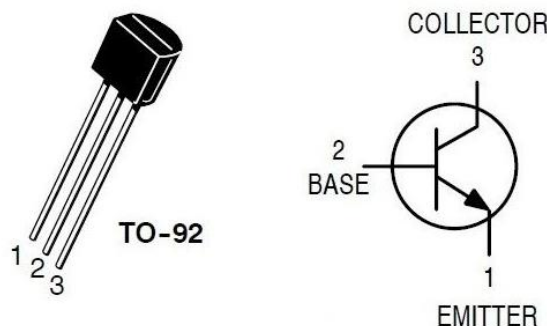

Рисунок 3. Цоколёвка транзистора **KSP2222A (2N2222)**
- Цоколёвка транзистора **KSP2222A** (аналог **2N2222**) по спецификации производителя представлена на рис. 3:
- Цветовая маркировка резисторов представлена на рис. 3